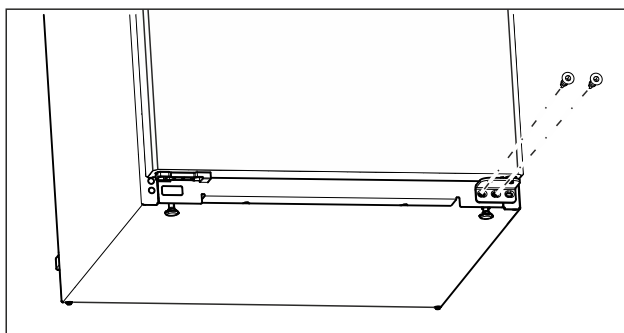

Fig. 7
- ▶ Na spodnjem ležajnem podstavku z izvijačem Torx 20 odvijte sredinski vijak. (glejte Fig. 7)
- ▶ Na spodnjem ležajnem podstavku z izvijačem Torx 20 odvijte notranji vijak. (glejte Fig. 7)